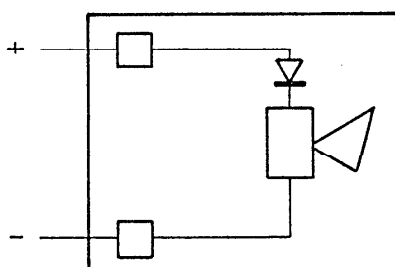

Figure 1
- . présence d'une diode de protection contre les inversions de polarités, lors de l'utilisation de sirènes électroniques (Fig. 1).